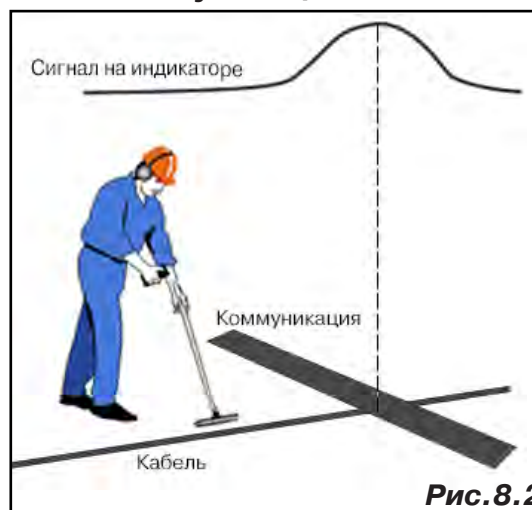

Рис. 8.2
3. Расположить корпус электромагнитного датчика над трассой кабеля параллельно трассе (уровень сигнала на индикаторе приемника будет близок к нулю) (рис. 8.2). Провести трассопоиск в соответствии с методом максимума. При прохождении по трассе место пересечения кабеля с коммуникациями определяют по максимальному сигналу.